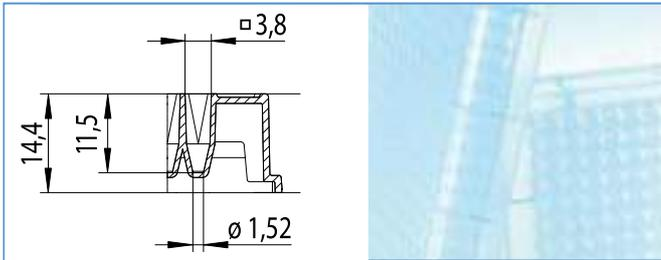

Abbildung 1:
- ☞ Großes Arbeitsvolumen von 1 µl bis 90 µl (Abb. 1)